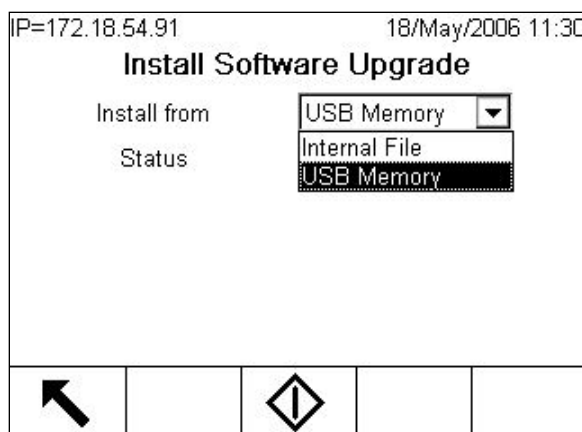

Figure 3-1 : Mise à niveau du micrologiciel depuis une mémoire USB
5. Avec la mise en évidence sur la case Install from (Installer depuis), appuyez sur ENTRÉE et utilisez la touche fléchée vers le BAS pour mettre en surbrillance USB Memory (voir la Figure 3-1) puis appuyez sur ENTRÉE pour effectuer la sélection.